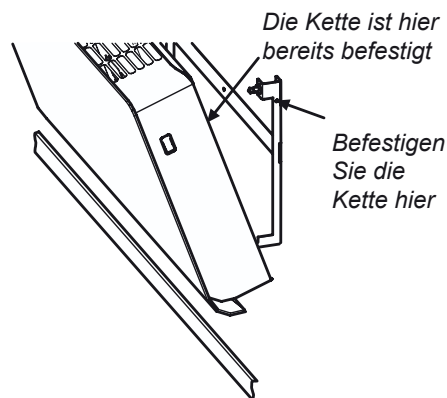

Abb. 4
3. Kippen Sie den Radiator um 90° nach Aussen und schieben Sie den unteren Teil der Wandkonsole in die untersten runden Löcher an der Rückseite des Radiators. Heben Sie den Radiator an und befestigen Sie die Sicherheitsketten. Der obere Teil wird in die Stifte der Wandkonsole eingeklipst. Der Radiator hängt mit den Ketten fest an der Wandkonsole, auch wenn zur Reinigung die Stifte wieder ausgeklipst werden. Siehe Abb. 4.